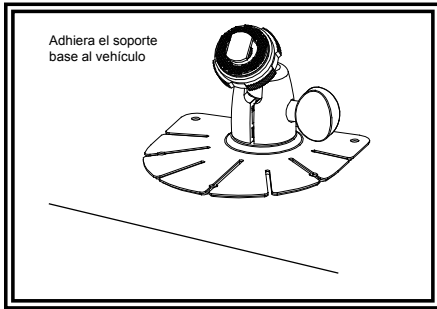

Figura 1
4. Seleccione la posición adecuada en el vehículo y fije el soporte base. (Figura 1) La base tiene orificios preperforados para tornillos en caso de ser necesarios.